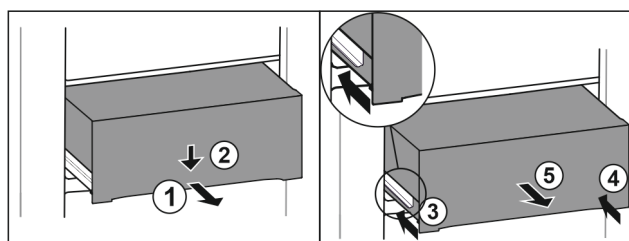

Fig. 91
- Tirer le tiroir jusqu'à mi-chemin. Fig. 91 (1)
- Appuyer sur l'avant du tiroir vers le bas. Fig. 91 (2)
- Insérer le rail gauche d'env. 2 cm. Fig. 91 (3)
- Insérer le rail droit d'env. 2 cm. Fig. 91 (4)
- Retirer le tiroir par l'avant. Fig. 91 (5)